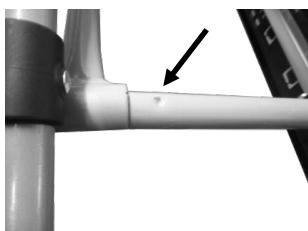

Bild 9: Markierung Leuchträger
- Stecken Sie nun die Rohre des Leuchträgers wieder in den Trägertisch. Schieben Sie die Rohre soweit hinein, dass die Markierung (Bild 9) auf den Rohren gerade verdeckt wird.